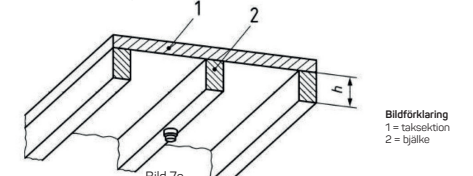

Bild 7c
- Om balkarna eller takbjälkarna i rummet är högre än 20 cm, ska brandvarnaren installeras på en balk eller bjälke, så centralt som möjligt i rummet (se bild 7c).